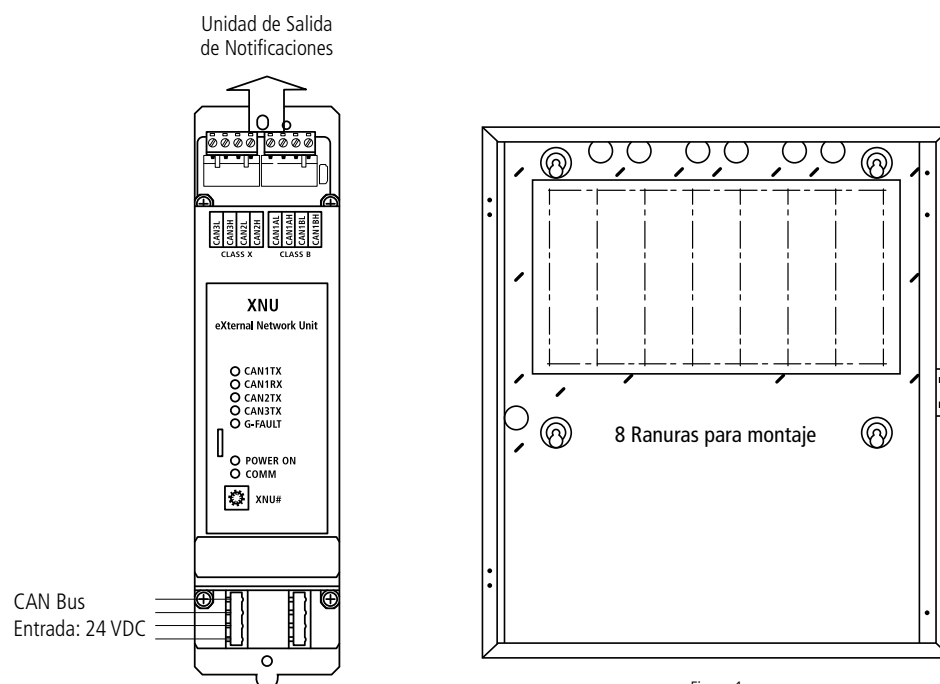

Figura 1
- 2) Monte la XNU FW357 en la caja posterior del FACP FW106 utilizando dos tornillos #4-40 suministrados, véase la Figura 1. Hay 8 ranuras idénticas para la instalación en la caja posterior. Son compartidas por el FW337 NOU, el FW347 ROU, el FW327 ALU, (ver figura 1)